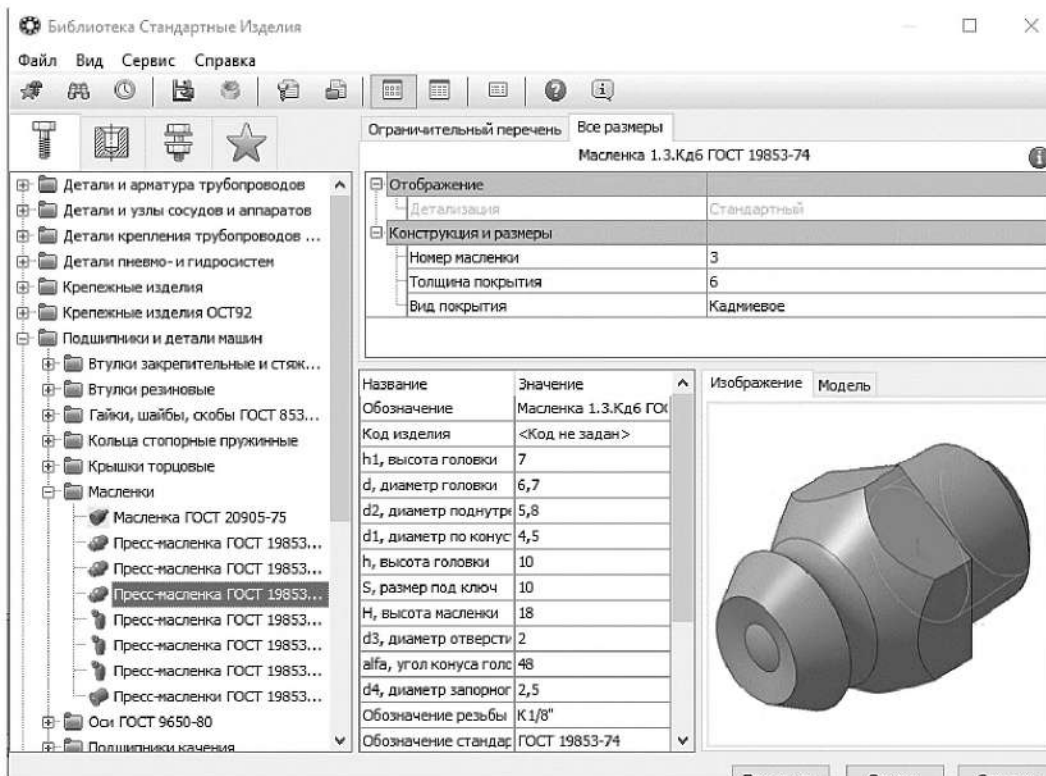

Рисунок 3.119. Добавление Масленки
10.4.4 Укажите элемент *Пресс-масленка ГОСТ 19853-74 тип 1, номер 3-4* и нажмите кнопку **Применить** (рисунок 3.119).